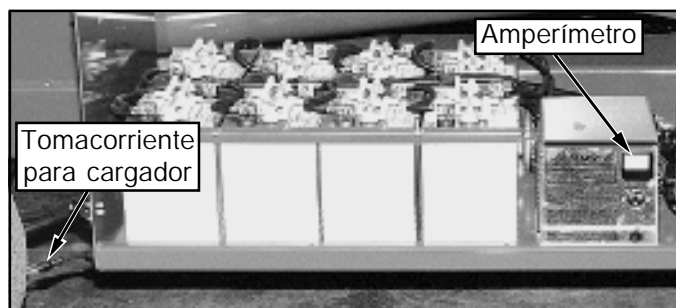

Figura 6: Módulo de potencia, lado derecho del chasis
Carga de las baterías (Modelo eléctrico - Figura 6)
3. Conectar el cordón de extensión, conductor de calibre 12 (1,5 mm²) mínimo y de 15 m (50 pies) de largo máximo, al tomacorriente del cargador a través de la abertura del lado izquierdo del chasis (Figura 6). Conectar el otro extremo del cordón de extensión a un tomacorriente debidamente conectado a tierra del voltaje y frecuencia correctos.